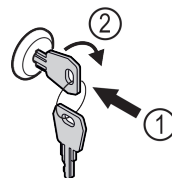

Fig. 200
- ▶ Introducir la llave. Fig. 200 (1)
- ▶ Girar la llave 90° en sentido horario. Fig. 200 (2)